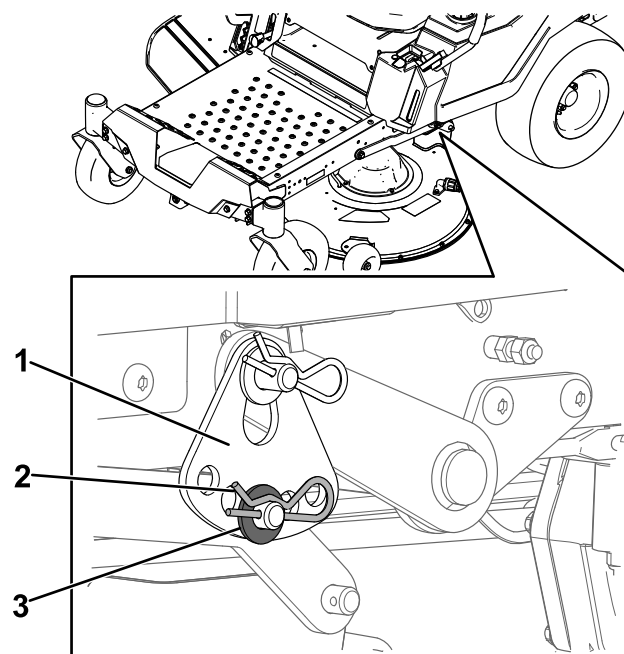

Figura 68
6. Remova o perno de gancho e a anilha do pino do braço de elevação (Figura 68).